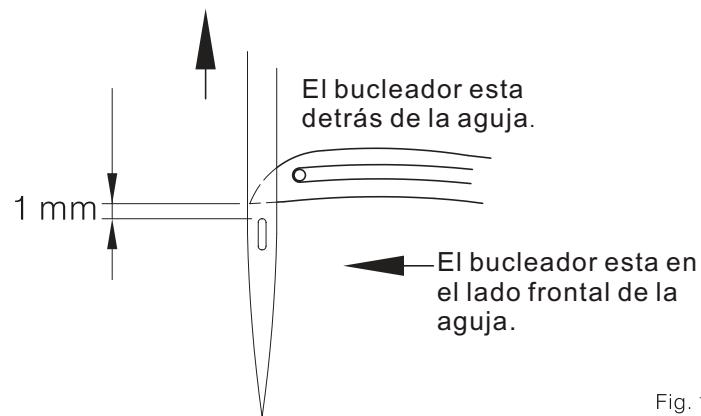

Fig. 11
1. Cuando la aguja se mueve al punto izquierdo muerto, franja 0, el bucleador empezara a balancearse a la izquierda desde el punto muerto derecho. Cuando la punta del bucleador inferior pase por atrás de la aguja, el bucleador debe estar a 1 mm encima del borde superior del ojal de la aguja. (Fig. 11)